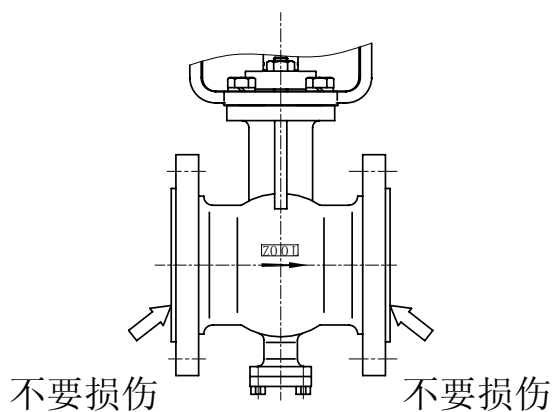

图 2-1
- (2) 不要在下述场所保管：
- (3) 验收检查时拆开包装的必须重新包装好，直到开始安装。
- (4) 空气配管接口及电气配线接口的塞子和盖等，在空气配管及电气配线工程开始以前，请不要打开。
- (5) 在保管期为一年以上的情况下，填料往往会发生硬化、老化现象，所以请打开包装，将紧固填料的六角螺母松开 2 圈，以此状态进行保管。然后，从配管连接法兰部位施加相当于使用流体压力的气压（空气或氮气）或水压，检查填料部分有无泄漏。若有泄漏，请更换新的填料。更换要领请遵照拆卸、组装一项的说明。
- (6) 对于使用后再进行保管的情况，请按下述事项进行处理：
- (b) 请勿损伤图 2-1 所示配管连结法兰的密封面。
- 请勿损伤如图 2-1 所示的法兰密封面，以免造成密封面流体的泄漏。